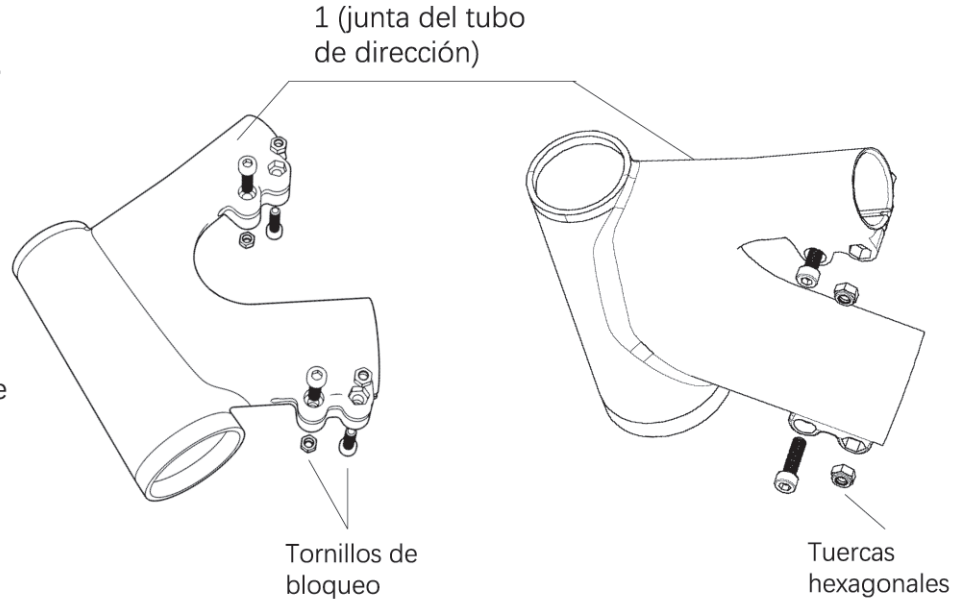

Figura 0.
4. Observe cuidadosamente las instrucciones de montaje de los tornillos de bloqueo de premontaje en la parte 1, la parte 4 y la parte 5. Si se caen durante el montaje, vuelva a instalarlos en la dirección indicada en la Figura 0. Observe que el bisel de las tuercas hexagonales esté orientado hacia afuera, como se muestra en la Figura 0.